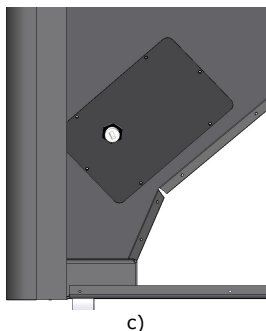

Figura 38 – Colocação do sensor de nível de *pellets* no silo (instalação do silo à esquerda da caldeira)
- Finalmente, poderá montar as duas peças na zona inferior do silo. Colocando a peça com o sensor do lado direito do silo e a peça sem sensor do lado esquerdo. O sensor deverá ser colocado como indicado na Figura 38;